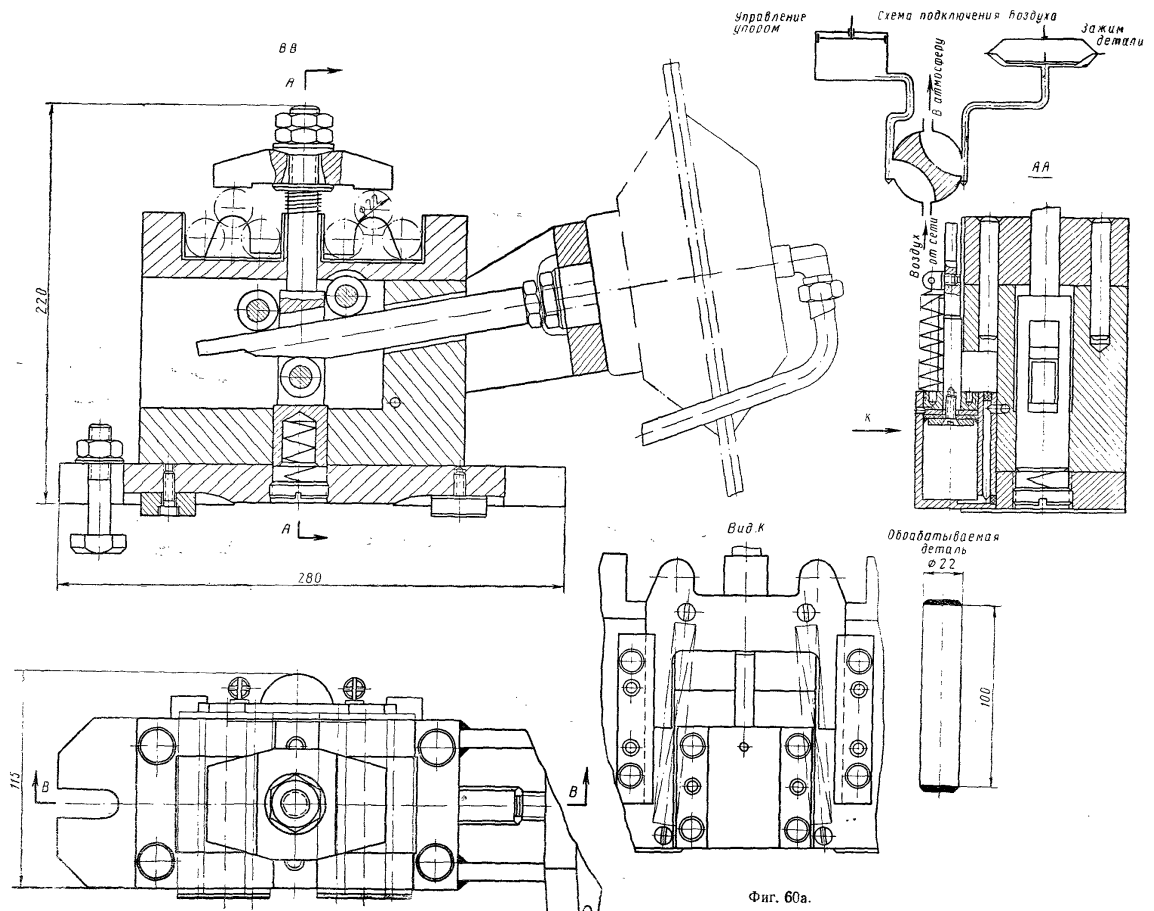

Рис. 44
4. Составьте описание конструкции и принципа действия приспособления по рис. 44.